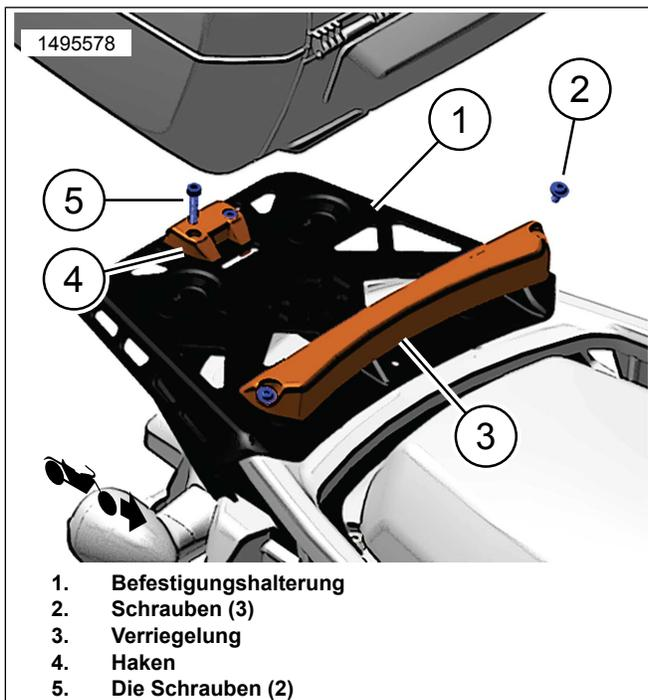
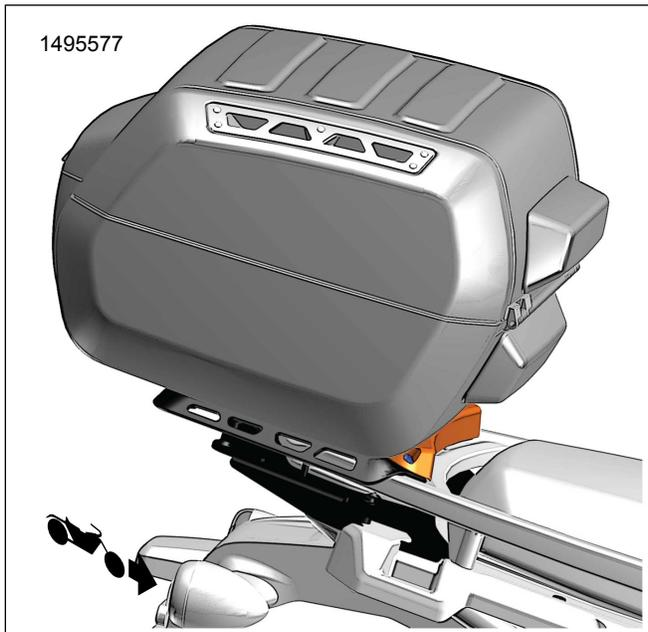

Abbildung 13. Befestigungssatz (53000812)
Abbildung 14. Einbau Topcase
1. Abbildung 13 Befestigungsteile an der Befestigungshalterung anbringen.
- a. Verriegelung (3) mit drei Schrauben (2) an der Vorderseite der Befestigungshalterung (1) anbringen. Festziehen.
3. Siehe Abbildung 13 und Abbildung 14 . Das Topcase in Richtung der vorderen Verriegelung (3) schieben, nach hinten kippen, bis es in den hinteren Haken (4) einrastet.